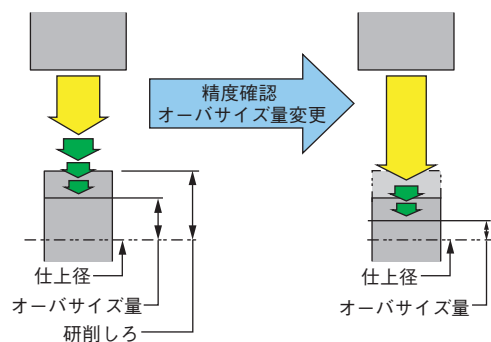

図7 途中停止追い込み研削
1) 研削精度が高い部位は、一気に加工しては寸法などの精度が確保できるかどうかかわからず、いったん研削しろを残して加工し、その研削結果を確認する必要がある。その結果を反映し研削条件や寸法を修正し再度加工する。この時正規の研削しろに対して、既に途中まで加工しているため、エアカット時間が多くなる。それに対して途中停止追い込み研削機能は、前回の加工終了位置まで早い送り速度で前進することにより、サイクルタイム短縮に寄与している。またこの機能は追い込み有と設定すると、オーバーサイズ加工し次回の研削量を任意設定でき、完了を指示するまで、指定工程を何度も繰り返すことができる(図7, 8)。